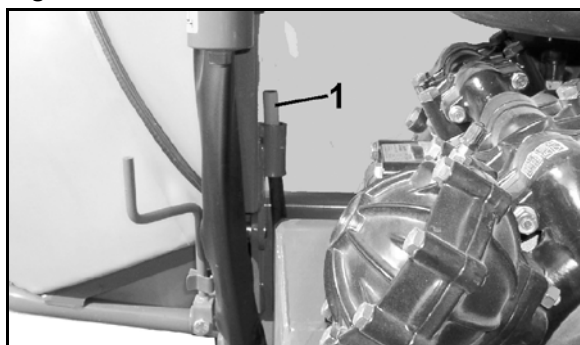

Fig. 48
2. Se strâng șuruburile opritoare (Fig. 48/1) din tamburul de frânare și se asigură cu contrapiulițe (Fig. 48/2).